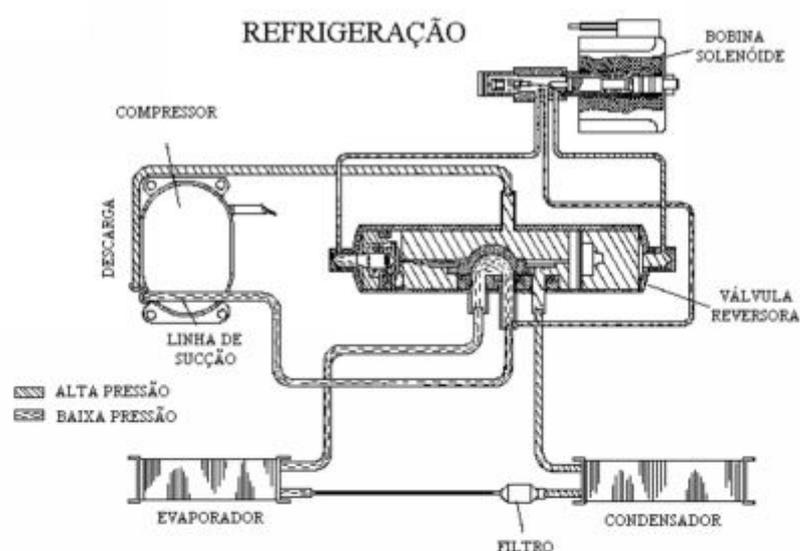

Figura 7.3– Esquemático do ciclo na condição refrigeração
2. Na figura 7.3 temos a posição da válvula quando o condicionador está funcionando na refrigeração.